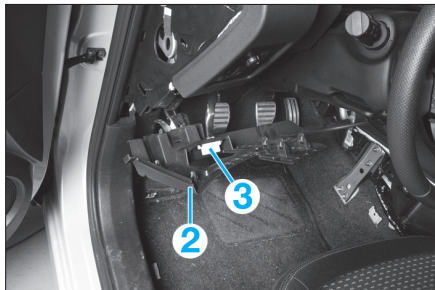

Fig. 4
- Écarter les tirettes d'ouverture de la trappe à carburant et du capot moteur (1) de la garniture inférieure de planche de bord.
- Dégrafer et écarter la garniture inférieure (2) de planche de bord (Fig.4).
- Dégrafer la prise diagnostic (3) de la garniture inférieure de planche de bord.